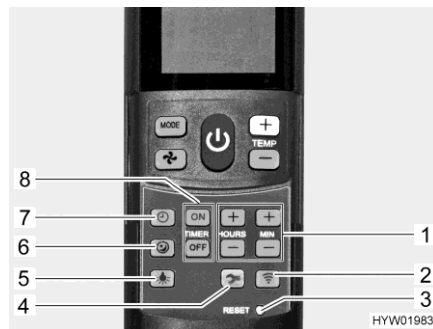

Fig. 96 Télécommande avec touches de réglage (climatisation)
- Appuyer sur la touche Démarrage en douceur (Fig. 96,6). En mode de refroidissement, le ventilateur tourne alors à faible régime et donc particulièrement silencieusement.
- Appuyer sur la touche Heure (Fig. 96,7).
- Régler les heures et les minutes avec les touches (Fig. 96,1).
- Appuyer sur la touche "ON" (Fig. 96,8).
- Appuyer sur les touches de réglage du temps (Fig. 96,1) jusqu'à ce que le laps de temps désiré jusqu'à l'enclenchement soit atteint.
- Appuyer sur la touche "OFF" (Fig. 96,8).
- Appuyer sur les touches de réglage du temps (Fig. 96,1) jusqu'à ce que le laps de temps désiré jusqu'au désenclenchement soit atteint.
- Appuyer de nouveau sur la touche "ON" ou sur la touche "OFF" (Fig. 96,8).
- Appuyer sur la touche Éclairage (Fig. 96,5). L'éclairage s'allume au dernier niveau de variation qui a été réglé.
- Appuyer sur la touche Éclairage (Fig. 96,5) et la maintenir ainsi jusqu'à ce que la luminosité désirée soit atteinte.
- Appuyer sur la touche Éclairage (Fig. 96,5).
- ▷ La touche Setup (Fig. 96,4) sert à établir la connexion entre la télécommande et la climatisation lors de la première mise en service.